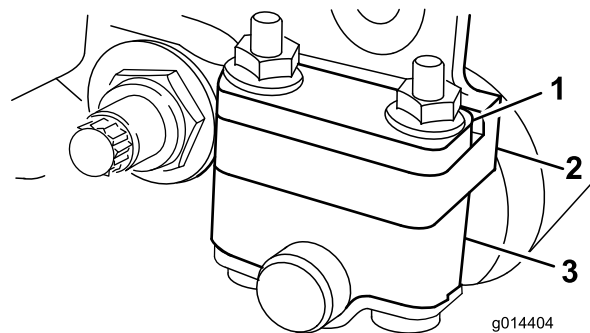
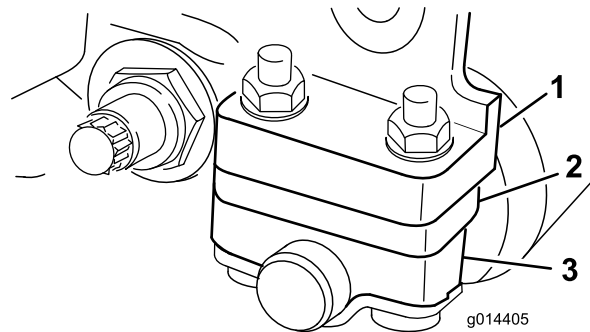

Figura 12
Figura 13
- Coloque el espaciador debajo de la brida de montaje de la chapa lateral para obtener un intervalo de alturas de corte de 3 a 25 mm, tal y como se muestra en la Figura 13.
Dependiendo del intervalo de alturas de corte deseado, tendrá que ajustar los soportes del rodillo trasero (Figura 12 o Figura 13) a la posición superior o inferior:
- Coloque el espaciador encima de la brida de montaje de la chapa lateral (ajuste de fábrica) para obtener un intervalo de alturas de corte de 1,5 a 6 mm, tal y como se muestra en la Figura 12.
4. Coloque los espaciadores sobre los pernos, encima o debajo de los soportes de los rodillos, según sea necesario (Figura 12 o Figura 13).